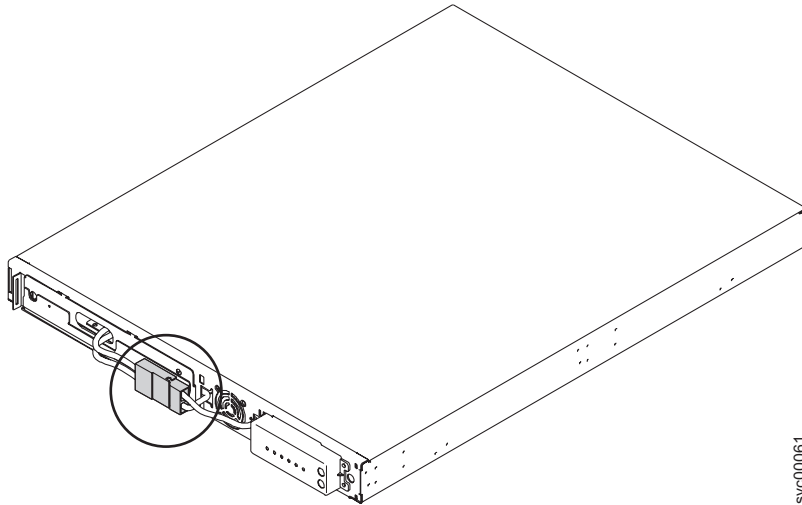

図 14. 2145 UPS-1U内部バッテリー・コネクター
5. 内部バッテリー・コネクタ (22 ページの図 14 に示す) を接続します。ガイド・キー付きのコネクタのそれぞれの端部には 2 本のワイヤーがあります。1 本は赤 (+) でもう 1 本は黒 (-) です。2 本の赤色ワイヤーが結合され、2 本の黒色ワイヤーが結合されるようにコネクタの位置合わせをします。